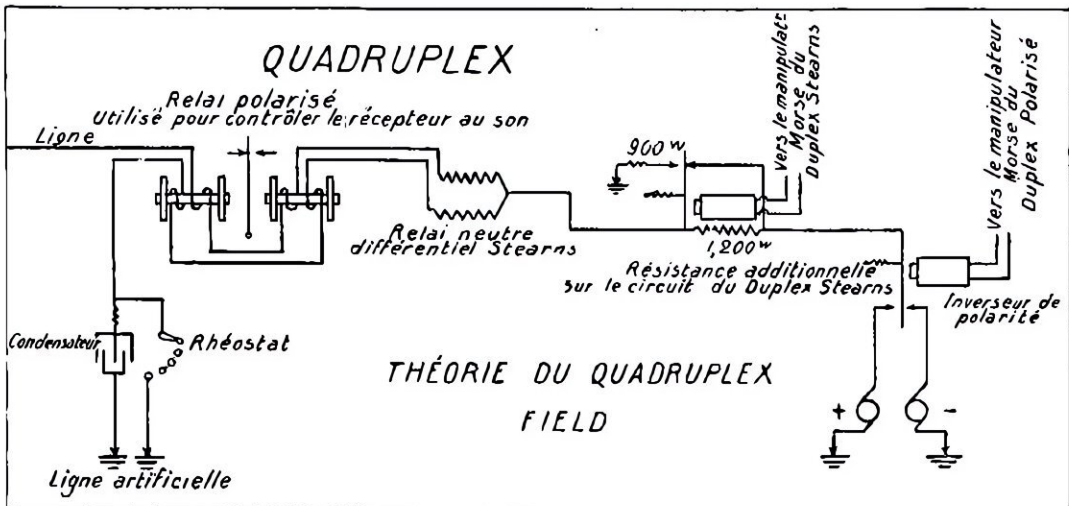

FIG. 5. — LE QUADRUPLEX PERMET DE TRANSMETTRE, TOUJOURS PAR LE MÊME FIL ET AU MÊME INSTANT, DEUX SIGNAUX DANS CHAQUE DIRECTION
*quadruplex*, le quadruplex Field. Cette combinaison est représentée sur la figure 5. En examinant cette dernière, qui, pour plus de